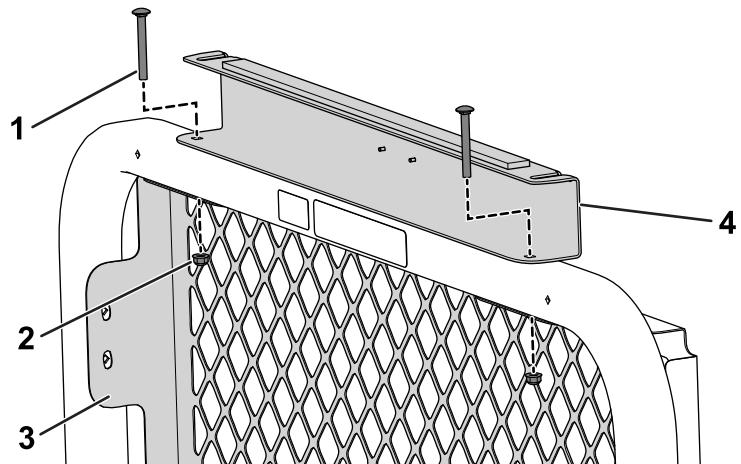

Figure 33
5. Avec 2 boulons de carrosserie (5/16" x 2 3/4") et 2 écrous à embase (5/16"), fixez le support arrière de l'abri et la grille arrière à l'arceau de sécurité (Figure 33).